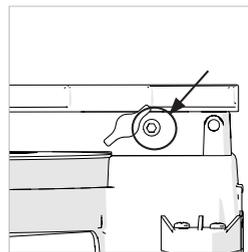

Fig. 14b
- Desaperte o parafuso da máquina (Fig 14b) com a chave sextavada M5 fornecida.